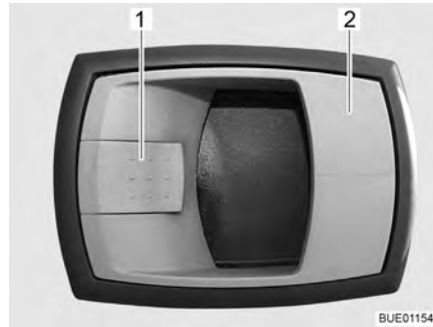

Bild 27 Dörrlås ingångsdörr, insida
- Öppna:** ■ Drag i handtaget (Bild 27,2). Dörrlåset låses upp.
- Låsa:** ■ Tryck på låsspaken (Bild 27,1).